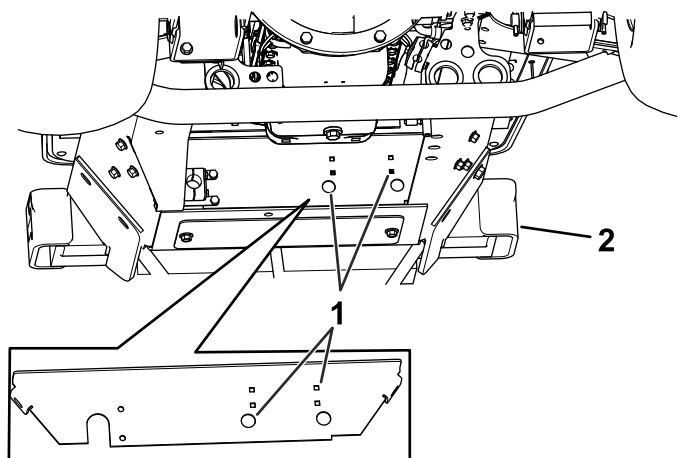

Figura 1
1. Compruebe si su máquina tiene orificios existentes en el soporte del radiador (**Figura 1**).
Nota: Los pasos siguientes son solamente para máquinas que no tengan orificios existentes en el soporte del radiador. Consulte la Figura 1 para localizar los orificios existentes.
5. Levante el radiador lo suficiente para poder retirar el soporte del radiador existente (sin orificios existentes). Consulte la Figura 1 para localizar los orificios existentes.